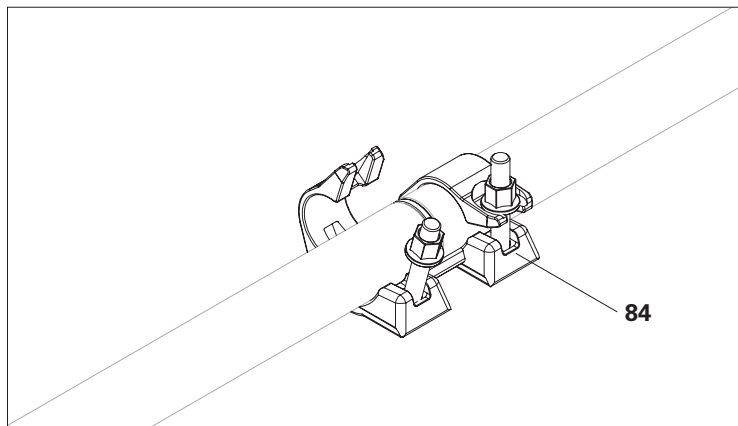

Fig. A10.07b
3. Collegare i tubi con il giunto a trazione (**84**). Serrare i giunti con 50 Nm. (Fig. A10.07b)